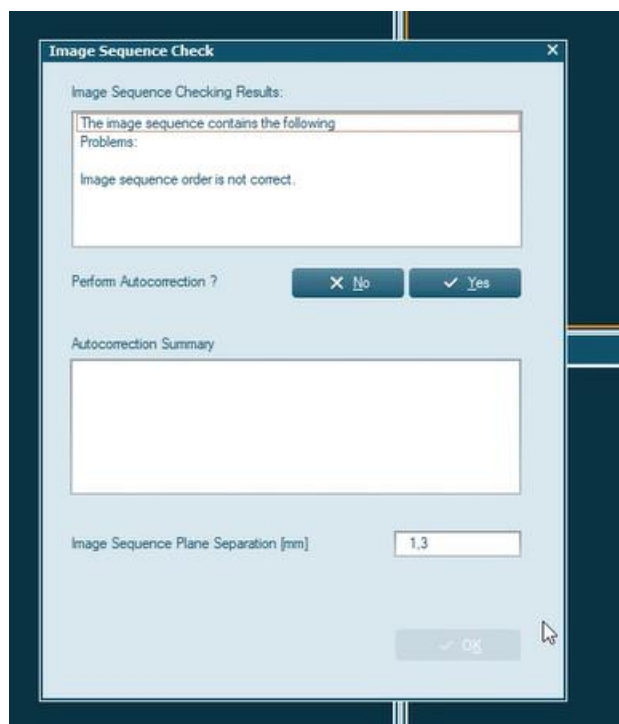

Figura 1 Janela de verificação das imagens sequenciais
Nesses casos, quando os usuários importam imagens de TC para o HDRPlus 3.x e o SagiPlan, uma *verificação automática da sequência de imagens* é realizada após o carregamento de novas imagens. Os resultados são exibidos na janela *Image Sequence Check* (consulte a Figura 1).
3. Se a *Unidade de Comprimento* estiver definida como milímetros, o usuário deverá revisar cuidadosamente. Caso seja necessário, o valor de Separação do Plano de Imagem sequencial deverá ser ajustado durante a importação ao trabalhar com espessuras de corte que tenham duas casas decimais, conforme mostrado na Figura 1. Os usuários devem considerar que essa abordagem não é intrinsecamente segura, portanto, a solução 1 ou 2 é altamente recomendada.